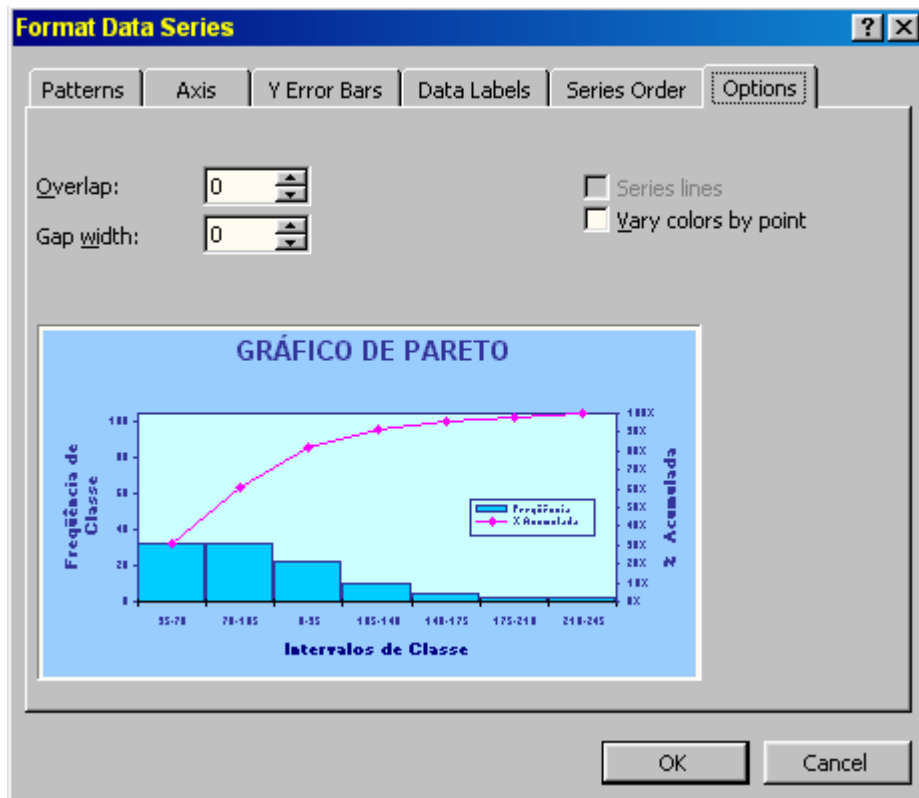

Figura 5-16
- a. Dar um duplo clique em qualquer uma das colunas do gráfico para invocar o quadro de diálogo "Format Data Series" (formatar a série de dados) e selecionar a guia 'Options' (opções); digitar 0 (zero) na janela de edição 'Gap Width' (largura do espaçamento) (Figura 5-16) e pressionar 'OK'.